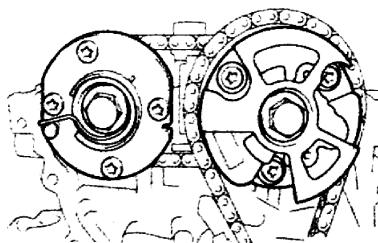

图 1-132 顺时针旋转凸轮轴正时齿轮
④ 顺时针旋转气缸组 1 上的凸轮轴正时齿轮总成(大约 60°)，使之停留在如图 1-132 所示的位置。一定要松开气缸组间的链条分总成。